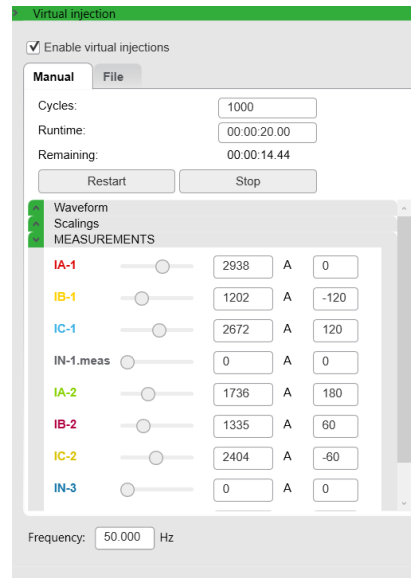

Ilustración 15. Valores de inyección virtual en primarios Easergy Pro
5. Mediciones: Se definen los valores en primarios de inyección como se puede apreciar en Ilustración 15.